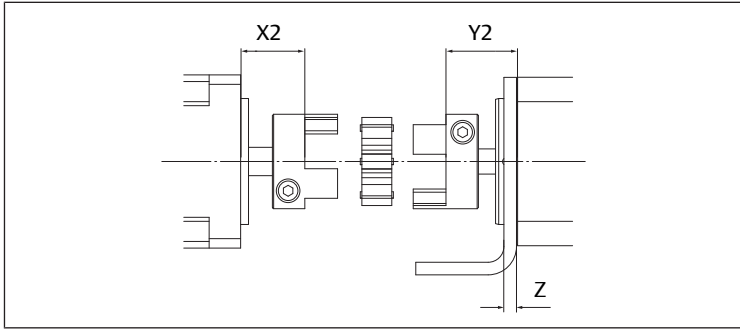

Abb. 13: Lagemaße für Kupplung mit Fußbefestigung
- Für Kupplung mit Fußbefestigung. Siehe → Abb. 13 und → Tab. 5.
- Schrauben (12) anziehen. Anzugsmomente. Siehe → Tab. 3.